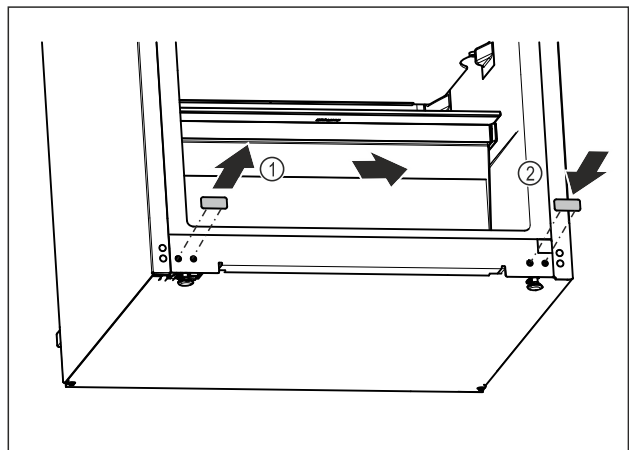

Fig. 17
- ▶ Vytiahnite kryciu zátku. Fig. 17 (1)
- ▶ Nasadte kryciu zátku na opačnú stranu. Fig. 17 (2)